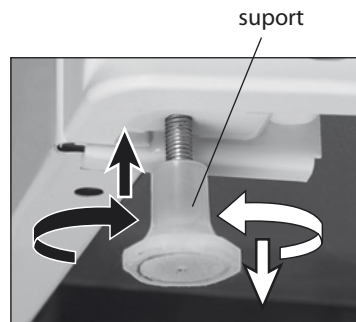

Figura 1
3.3 Congelatorul trebuie să fie instalat orizontal față de podea prin înșurubarea sau deșurubarea suporturilor reglabile, în conformitate cu figura 1. Congelatorul trebuie să stea stabil pe suporturi și rotițe.